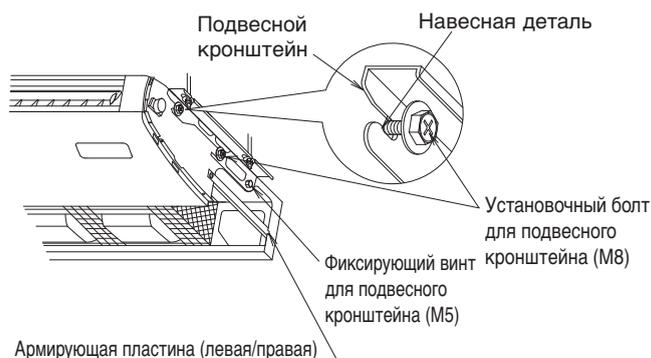

Рис. 11
- (2) Навесьте его, продвинув вперед, и вставьте подвесной установочный болт (М8) для временного фиксирования блока. (См. рис. 11)
- (3) Затяните винты (М5), крепящие кронштейн, в двух местах, там, где они были ослаблены. (См. рис. 11)
- (4) Надлежащим образом затяните болты (М8), крепящие подвесной кронштейн, в 4 местах. (См. рис. 11)